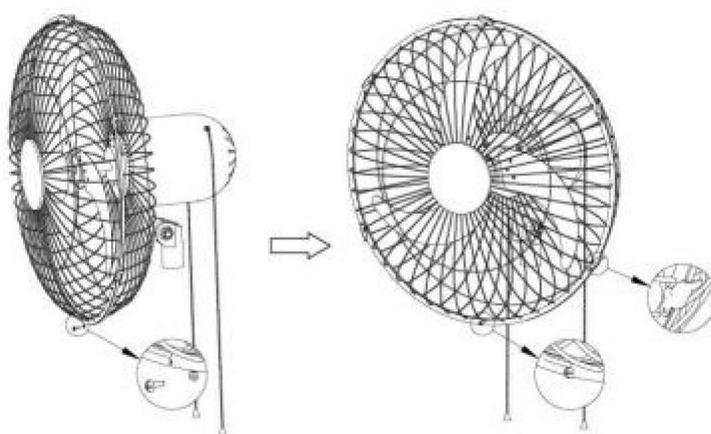

Fig.7.
3). Allineare i fori delle viti nella parte inferiore delle griglie anteriore e posteriore, quindi fissare i pulsanti sulla parte superiore della copertura della griglia anteriore alla copertura della griglia posteriore, fissare tutti i pulsanti della copertura della griglia e infine bloccare le viti di sicurezza (18). Vedere il (Fig.7.)